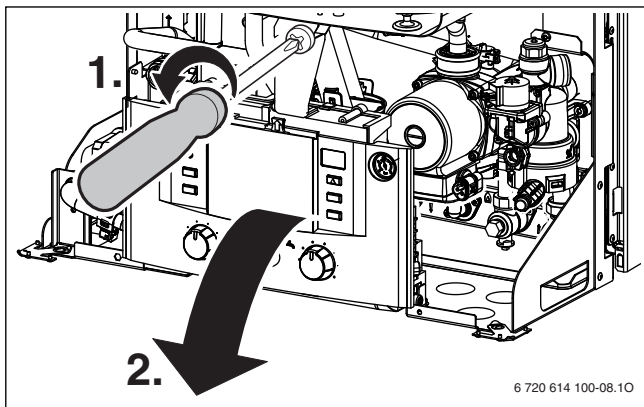

Fig. 13
- Svitare le viti di fissaggio (→ rif. 1, fig. 13) e far ruotare il cruscotto comandi verso il basso.